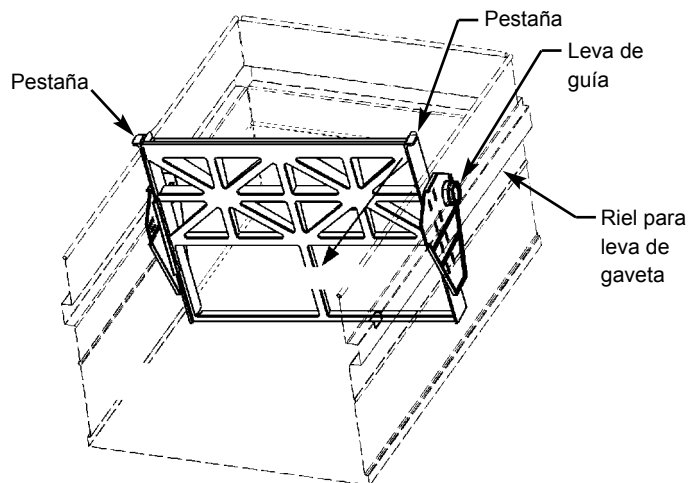

Ilustración 3
5. Vea la ilustración 3. Con la guía izquierda inclinada hacia adelante, hacia el frente de la gaveta, inserte el conjunto de bloque seguidor en la gaveta. Verifique que el lado marcado "FRONT" (FRENTE) esté hacia la parte delantera de la gaveta.
6. Vea la ilustración 3. Alinee la leva de la guía izquierda con el riel para leva de la gaveta izquierda y pivotee el lado derecho del conjunto de bloque seguidor hacia adelante hasta que la leva de la guía derecha esté insertada en el riel para leva de la gaveta derecha.